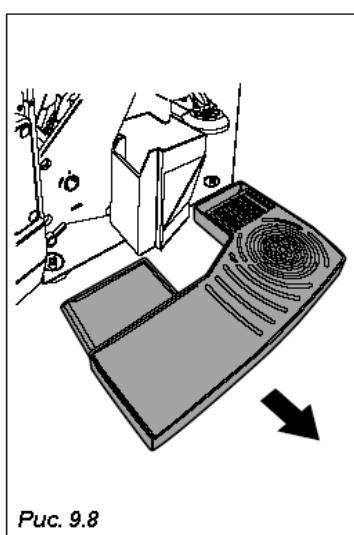

Рис. 9.8
- опорожните емкость для сбора кофейной гущи (для моделей с использованием кофе в зернах) (*Рис. 9.8*).